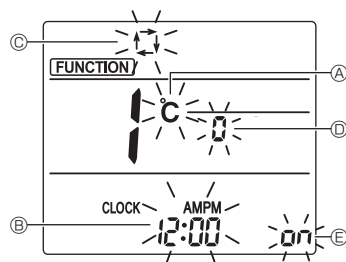

Fig. 6-10
3. Compruebe que se muestra la función N.º "1", y luego pulse el botón [SET] ③. Se visualizará la pantalla de configuración de la visualización. (Fig. 6-10)